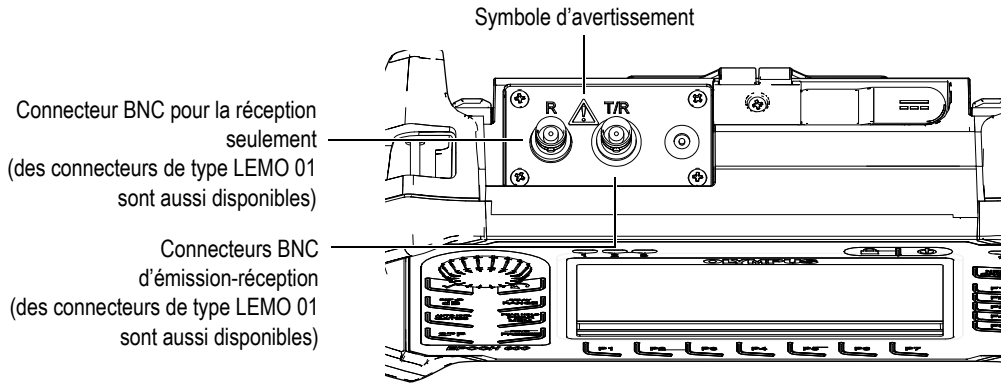

Figure 3-10 Emplacement des connecteurs de sondes
Les connecteurs de sondes sont placés sur le dessus de l'appareil, à gauche. Les deux connecteurs sont faciles d'accès par l'avant de l'appareil (voir la Figure 3-10 à la page 65).
Pour éviter les décharges électriques, ne touchez pas au conducteur interne des connecteurs BNC (ou LEMO). Le conducteur interne peut contenir jusqu'à 400 V de tension. Le symbole d'avertissement entre les connecteurs BNC d'émission-réception (T/R) et de réception (R) montré dans la Figure 3-10 à la page 65 indique un risque de décharge électrique.